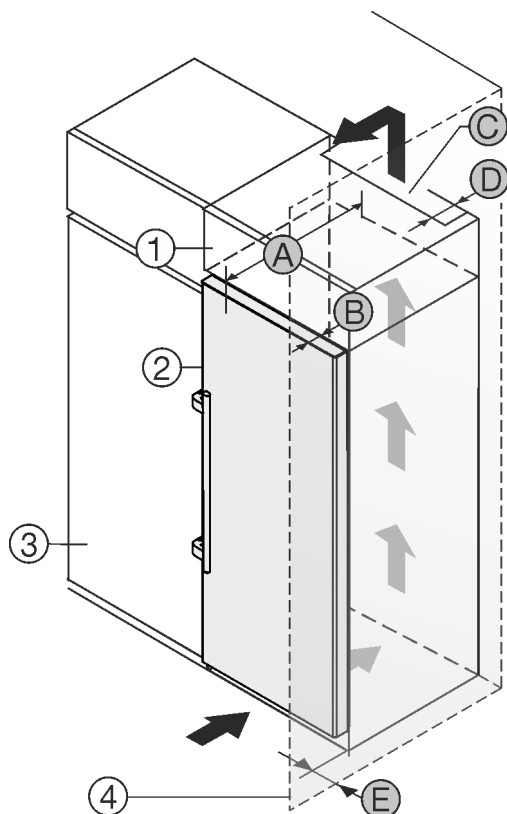

Fig. 2
An der Rückseite des Aufsatzschrankes muss ein Abluftschacht mit der Tiefe Fig. 2 (D) über die gesamte Aufsatzschrankbreite vorhanden sein.*
Unter der Raumdecke muss der Entlüftungsquerschnitt Fig. 2 (C) eingehalten werden.*
Damit Sie die Tür vollständig öffnen können, muss das Gerät um die Türtiefe Fig. 2 (B) gegenüber der Küchenschrankfront vorstehen. Abhängig von der Tiefe der Küchenschränke Fig. 2 (3) und Verwendung von Wandabstandshaltern kann das Gerät weiter herausragen.*